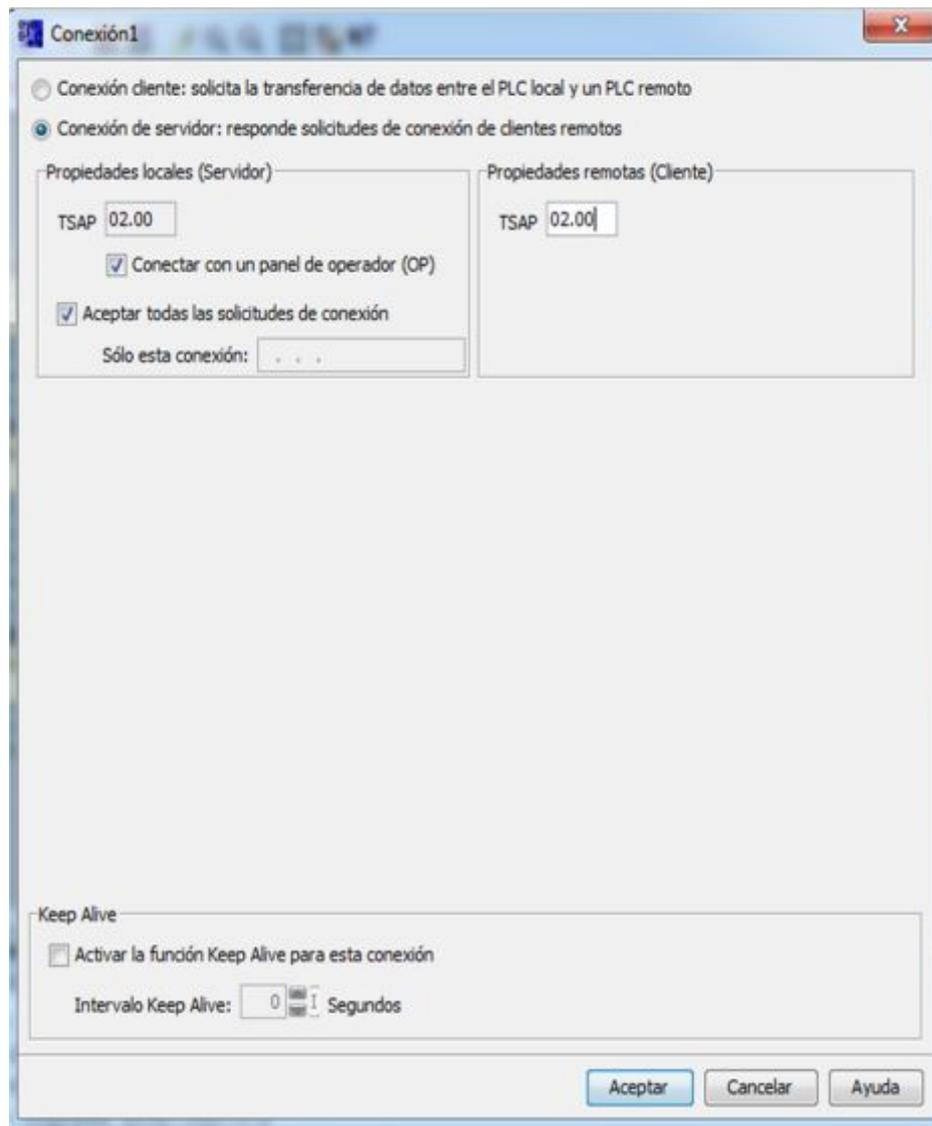

FIGURA 114: Ventana configuración de conexión 1.
- Posterior dentro de conexión1, seleccionar: conexión de servidor, conectar con un panel de operador (OP), aceptar todas las solicitudes de conexión y en la parte derecha copiar el número que aparece en TSAP (FIGURA 114).